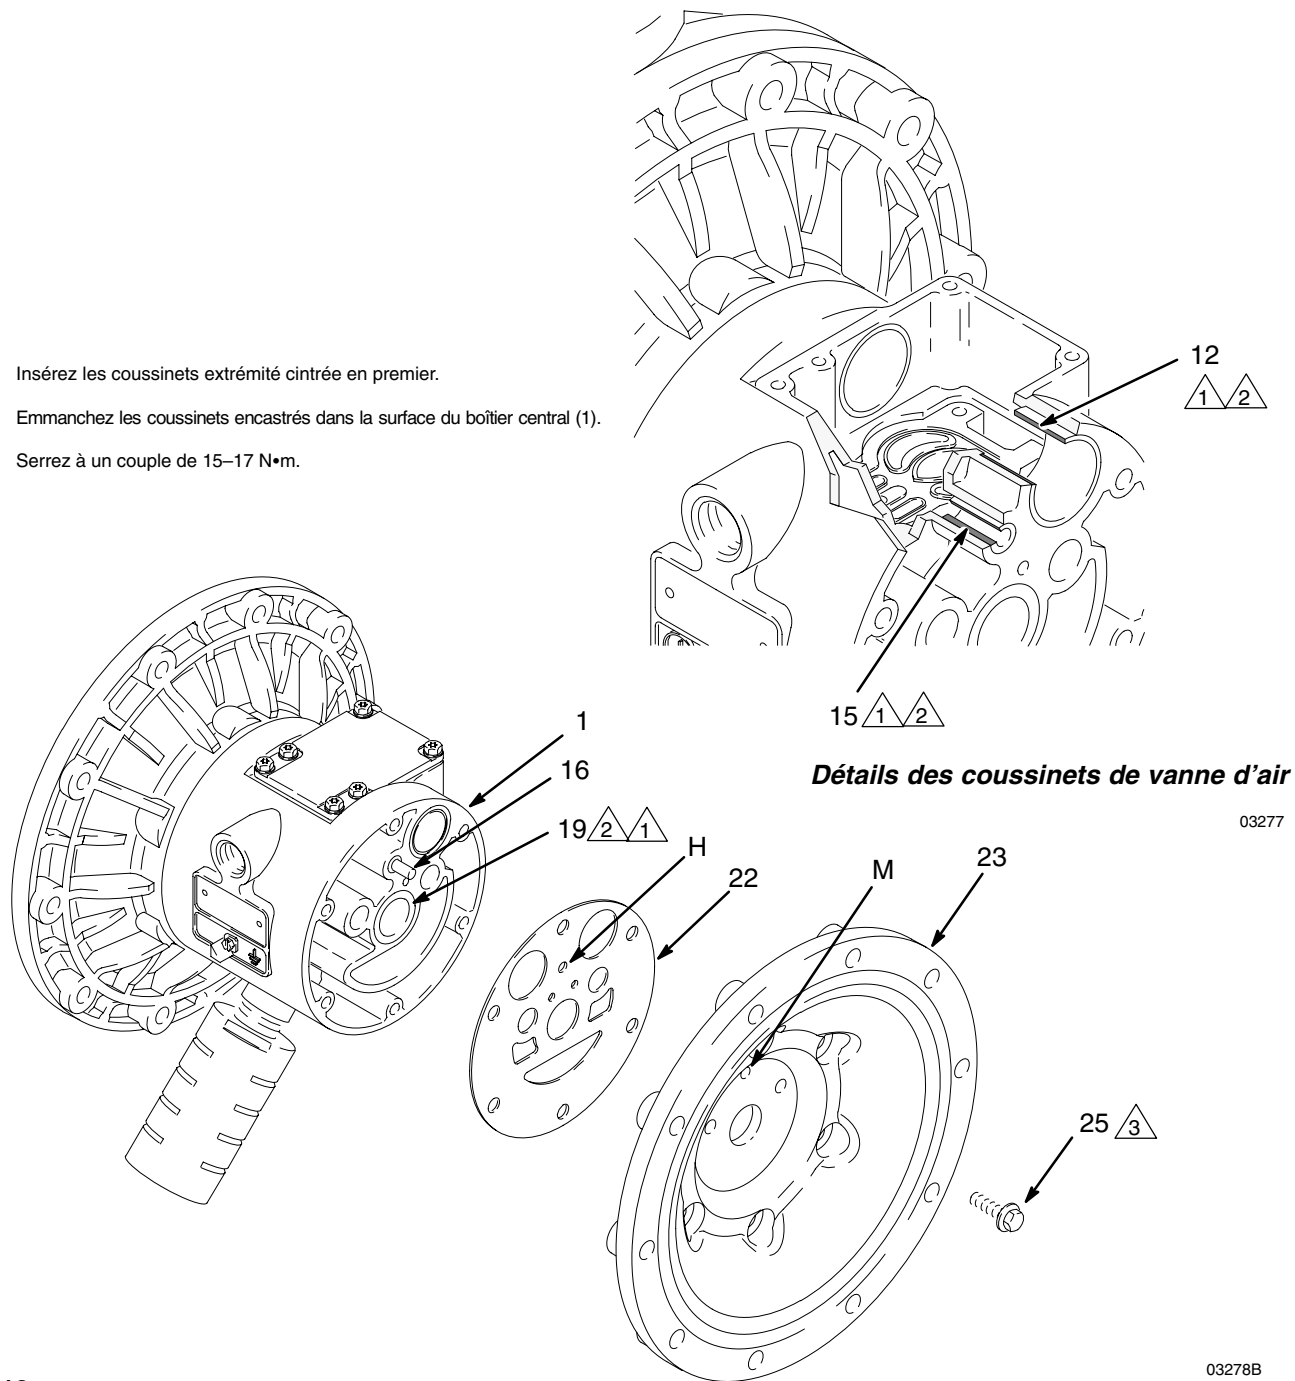

Fig. 13
- REMARQUE :** si vous devez ne retirer que le coussinet d'axe de membrane (19), passez l'étape 4.
5. Retirez les vis (25) maintenant les capots d'air (23) au boîtier central (1) à l'aide d'une clé à douille de 10 mm. Consultez la Fig. 13.
6. Retirez les joints du capot d'air (22). Remplacer toujours les joints par des éléments neufs.
7. Utilisez un extracteur de coussinet afin de retirer les coussinets d'axe de membrane (19), les coussinets de vanne d'air (12) ou les coussinets d'axe de commande (15). Ne retirez pas les coussinets qui ne sont pas endommagés.
1. S'ils ont été retirés, installez les joints en coupelle (402*) de l'axe de sorte que les lèvres soient orientées **vers l'extérieur** du boîtier (1).
2. Les coussinets (12, 15 et 19) sont cintrés et ne peuvent être installés que dans un sens. Insérez les coussinets dans le boîtier central (1), **extrémité cintrée d'abord**. Emmanchez le coussinet de sorte qu'il soit encastré dans la surface du boîtier central en utilisant une presse ou un bloc et un maillet en caoutchouc.
4. Alignez le joint de capot d'air neuf (22) de sorte que l'axe de commande (16) saillant du boîtier central (1) entre dans le bon orifice (H) dans le joint.
5. Alignez le capot d'air (23) de sorte que l'axe de commande (16) entre dans l'orifice intermédiaire (M) des trois petits orifices proches du centre du capot. Installez les vis (25) et serrez à la main. Consultez la Fig. 13. Serrez les vis, uniformément et en diagonale, à un couple de 15–17 N•m à l'aide d'une clé à douille de 10 mm.